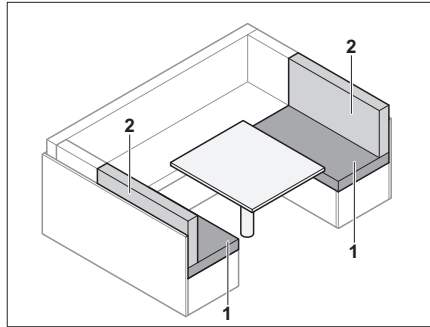

Bild 66 Vor dem Umbau
- Die Rückenpolster (Bild 66,2) abnehmen.